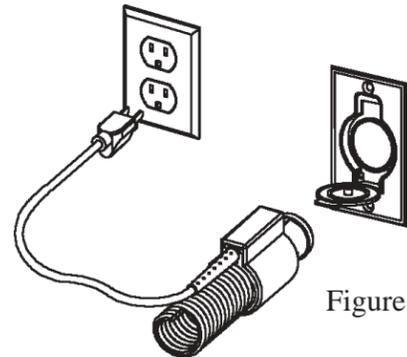

Figure 5b
3. Insérez l'autre extrémité du boyau dans une soupape d'aspiration (prise murale) et branchez le cordon d'alimentation dans une prise électrique (comme montré à la figure 5b).